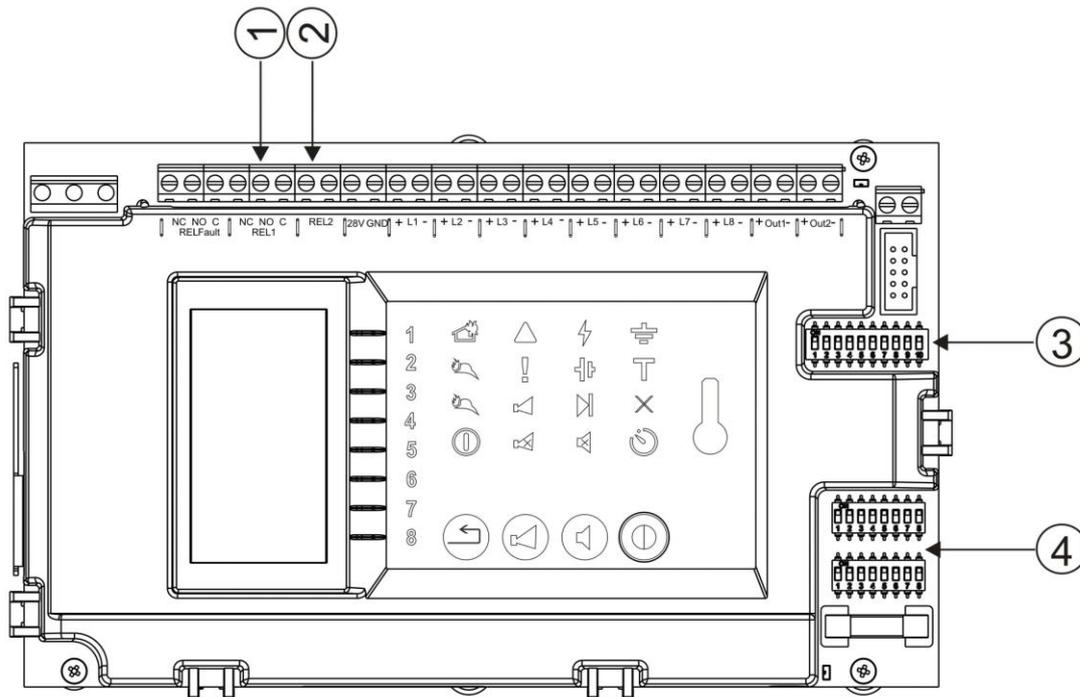

Fig.1
- Impostare il regime operativo delle linee di rilevazione (pos.4, fig.1)(p.10.2);
- Impostare il ritardo (pos.3, fig.1)(p.12);
- Disabilitare le uscite monitorate (pos.3, fig.1)(p.10.3);
- Attivare/disattivare l'interfaccia di comunicazione RS485 (pos.3, fig.1)(p.10.4);
- Configurare le uscite con 8 combinazioni impostate dall'utente (pos.3, fig.1)(p.13);
- Inibizione del controllo „Guasto terra” (pos.3, fig.1) (p.10.5);
- Inibizione del controllo “Rivelatore rimosso” (pos.3, fig.1) (p.10.6);